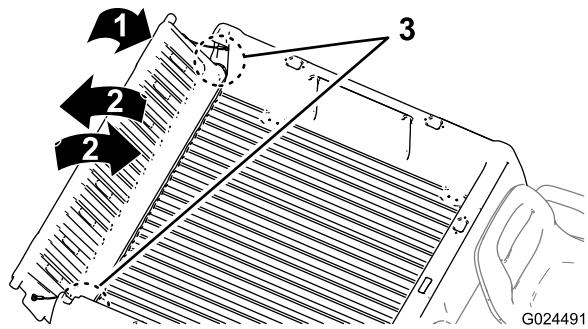

Figure 21
- Faites pivoter le hayon à environ 45° (Figure 21).
- Faites pivoter le hayon d'avant en arrière en l'agitant légèrement quelques secondes (Figure 21).